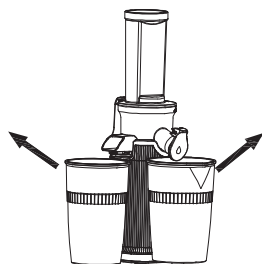

Fig 6
1. Retirez les récipients à jus et à pulpe. (Fig. 6)